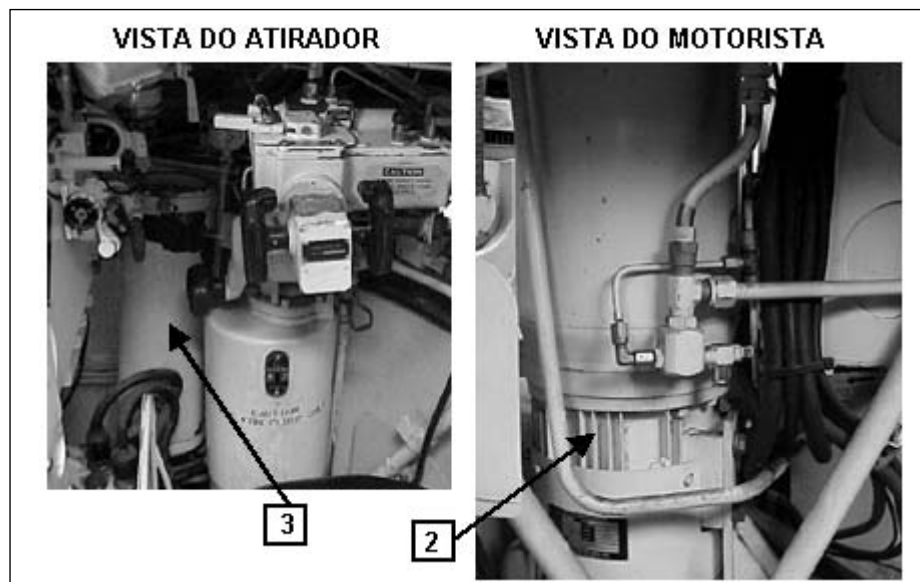

Fig 4-113. Componentes do conjunto de força
b. Conjunto de força do sistema hidráulico (Fig 4-113)
(1) O conjunto de força do sistema hidráulico está localizado à frente do At, atrás e abaixo do punho de controle do At. É composto, em linhas gerais por uma bomba hidráulica (2) e por um acumulador principal(3).
(2) A bomba hidráulica(2) tem por finalidade enviar óleo sob pressão ao acumulador do sistema. Ao atingir a pressão de trabalho no acumulador (950 a 1225 PSI), a bomba interrompe seu funcionamento. Quando a pressão cai para menos de 925 PSI, um sensor hidráulico aciona a bomba para que a pressão de trabalho seja mantida no sistema.
(3) O acumulador principal se destina a acumular o óleo hidráulico sob pressão a ser utilizado no giro da torre e elevação/depressão do tubo do Can; possui um indicador de pressão interior. O acumulador é pré-carregado com nitrogênio a 525 PSI. Após o acionamento do sistema hidráulico, a bomba hidráulica mantém o óleo no interior do acumulador na pressão de trabalho normal.